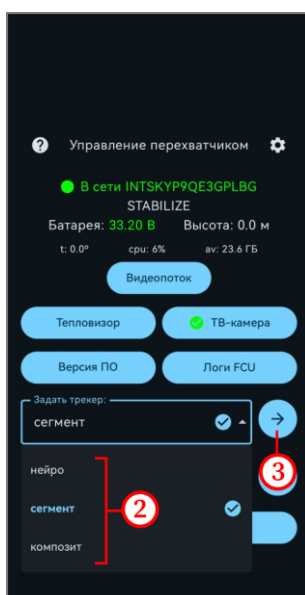

Рисунок 20
- из выпадающего списка выбрать требуемый трекер (рисунок 20, шаг 2);
- нажать на кнопку  (рисунок 20, шаг 3);